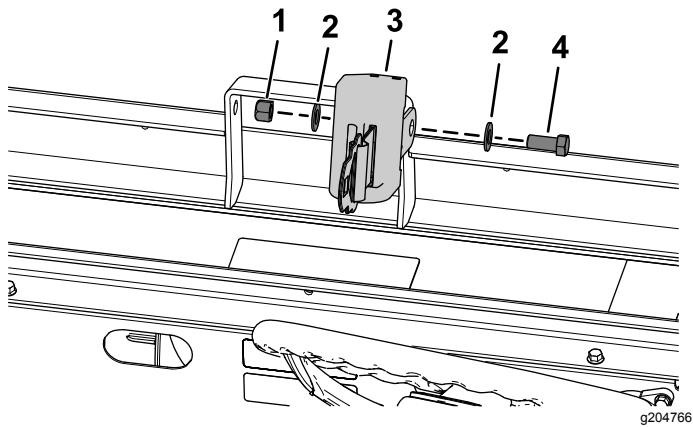

Рисунок 21
4. Установите ремень безопасности с помощью болта с шестигранной головкой (7/16 x 1 дюйм), 2 плоских шайб (7/16 дюйма) и контргайки (7/16 дюйма), как показано на Рисунок 21.